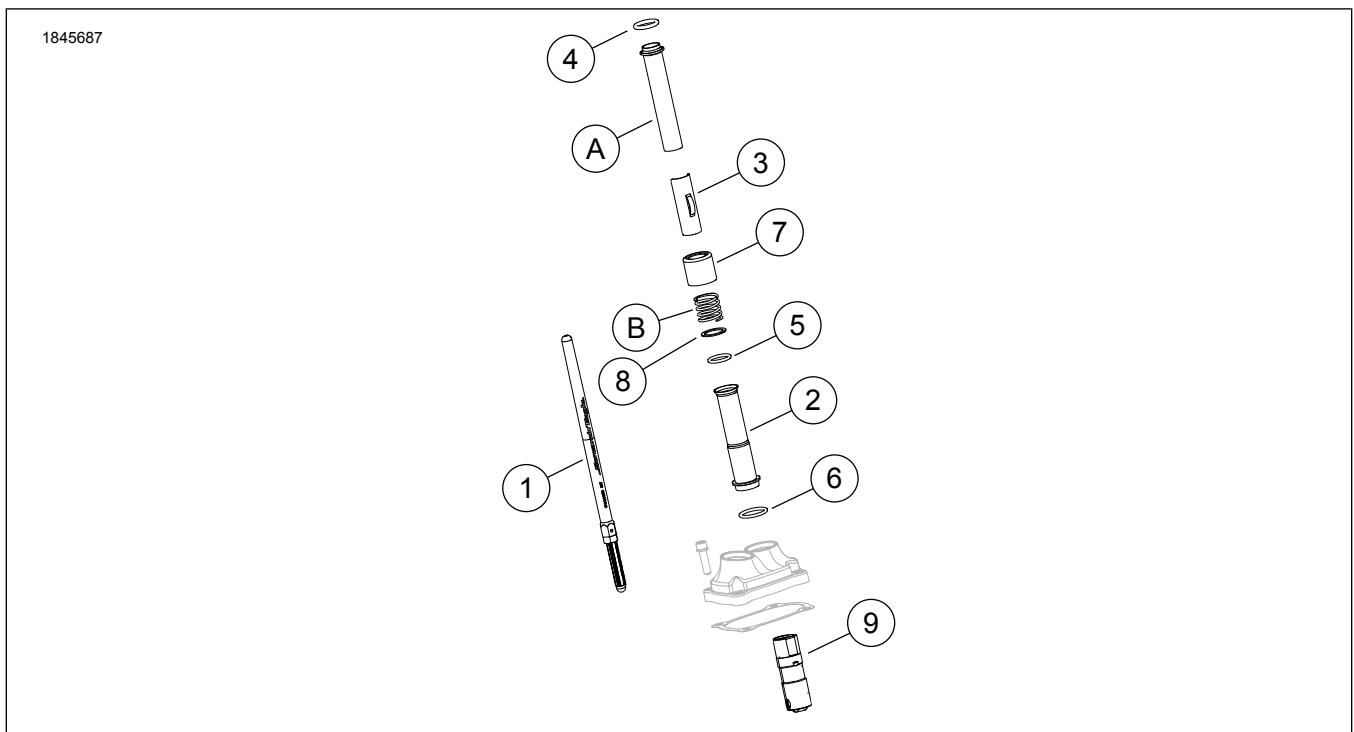
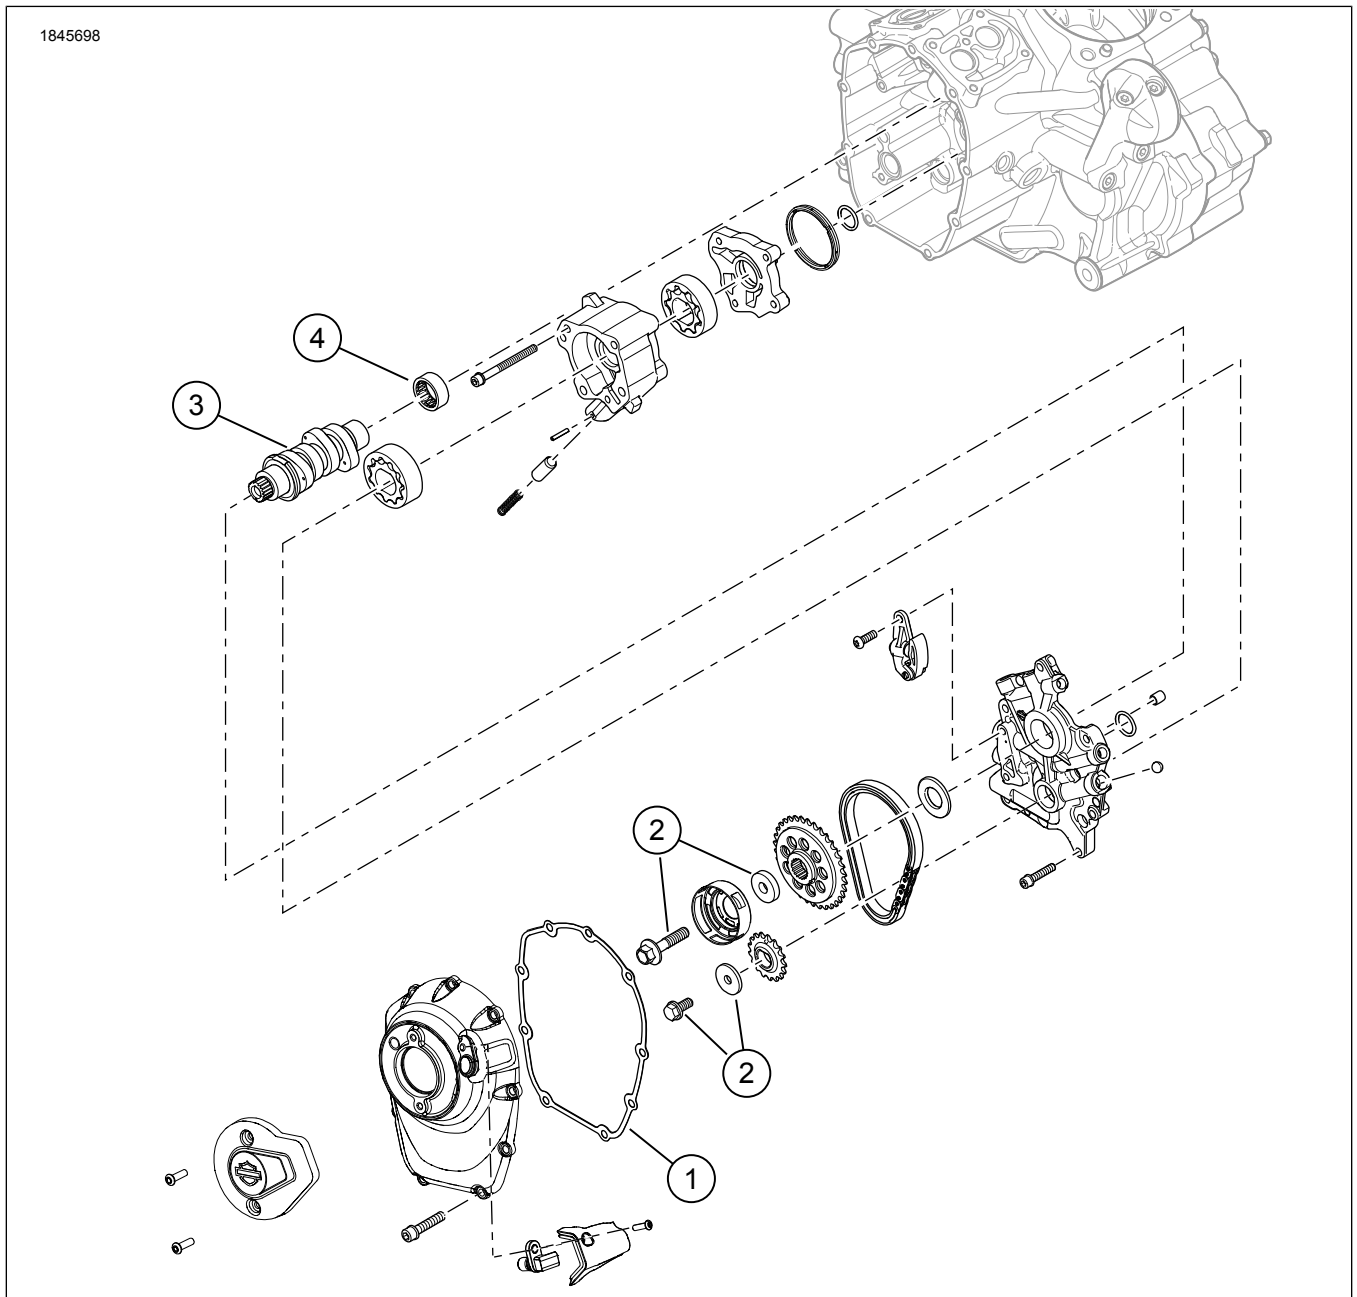

Figure 1. Mga Nilalaman ng Kit: Screamin' Eagle Milwaukee-Eight Stage 2 Kit
Figure 2. Mga Nilalaman ng Kit: Screamin' Eagle Milwaukee-Eight Stage 2 Kit
Tingnan ang Figure 1 at Figure 2.
1. Figure 2 Ikabit ang pump ng langis. Tingnan ang manwal ng serbisyo.